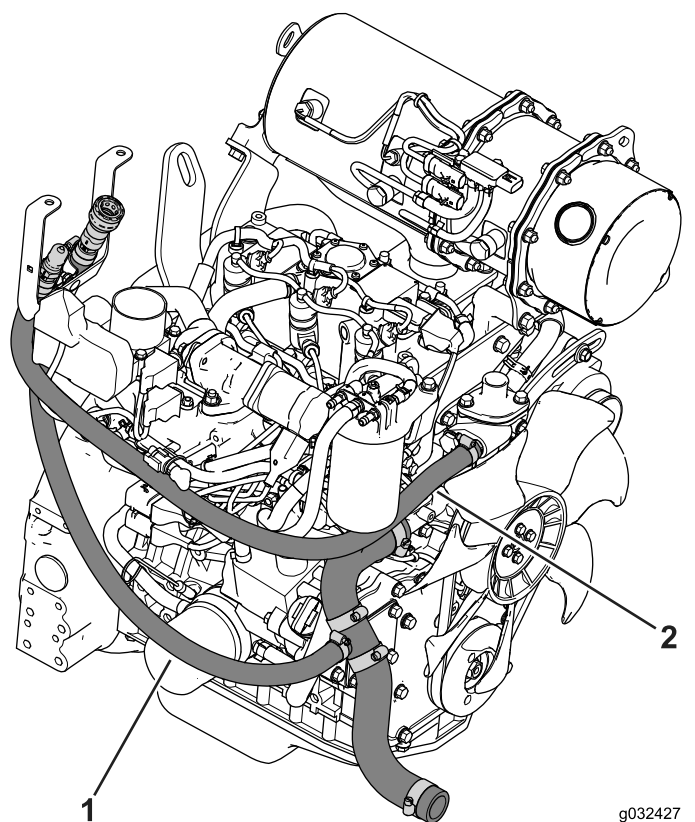

Figura 26
1. Enrute la manguera de alimentación según se muestra en Figura 26.